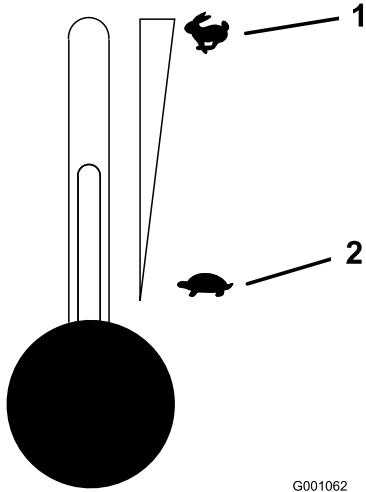

Figure 12
5. Placez la commande d'accélérateur à la position haut régime pour démarrer à froid (Figure 12).
2. Réglez la manette d'accélérateur à mi-course entre les positions bas et haut régime (Figure 12).